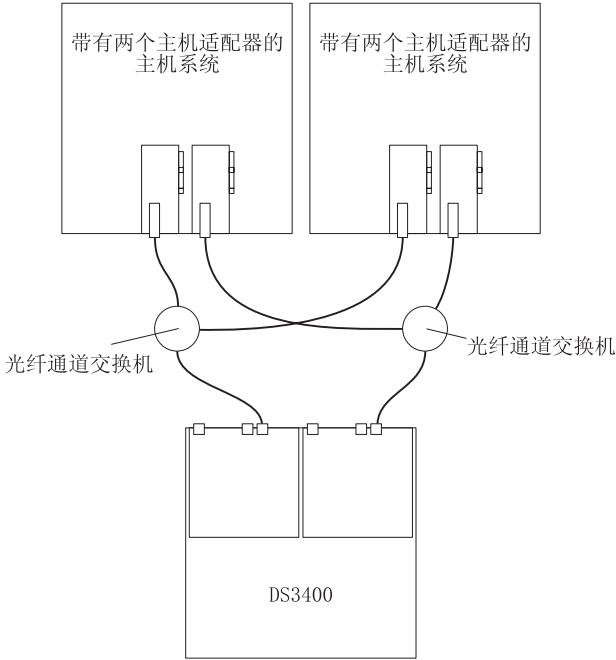

图 45. 双 SAN 光纤网配置示例
- 双 SAN 光纤网配置，如第 48 页的图 45 中所示
在图 45 中，光纤通道交换机不通过 ISL 连接在一起。每个交换机构成一个属于自己的 SAN 光纤网。这种配置还用于双节点集群配置。